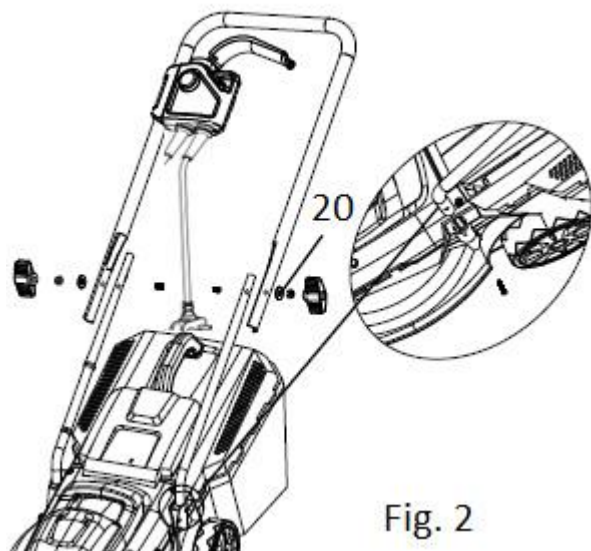

Fig. 2
20. Washer – see Fig. 2
(Fig. 2)